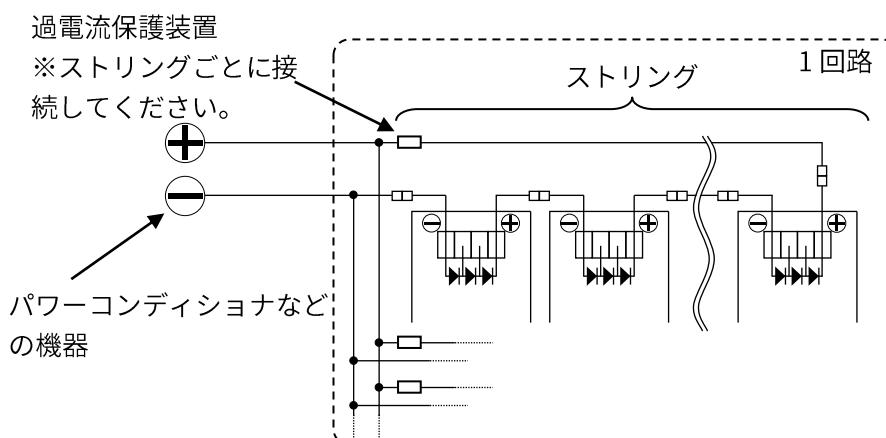

図12. 3本以上のストリングを並列接続する場合
## ② 3本以上のストリングを並列接続する場合（図12）；